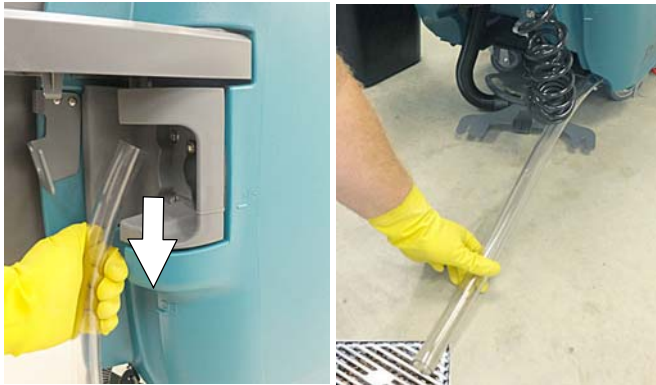

ABB. 89
2. Um das Restwasser aus dem Lösungstank abzulassen, ziehen Sie den Füllstandsschlauch des Lösungstanks aus der Zubehörschiene (Abbildung 89). Verbinden Sie den Schlauch nach dem Entleeren des Tanks wieder fest mit der Zubehörschiene.